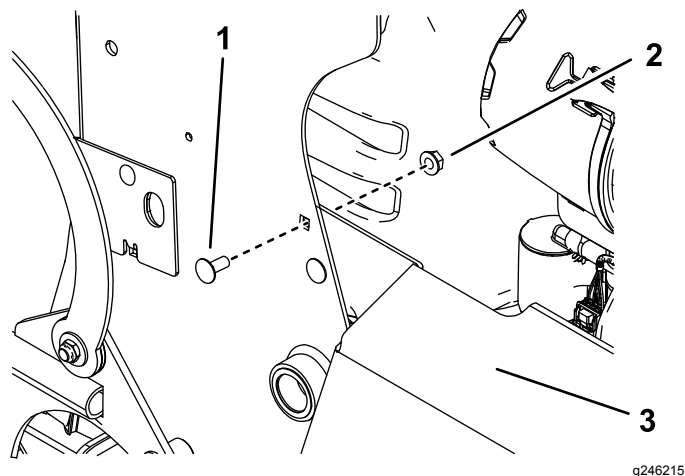

Figure 9
3. Enlevez le boulon de carrosserie supérieur et l'écrou qui fixent la protection du silencieux à la machine (Figure 9).